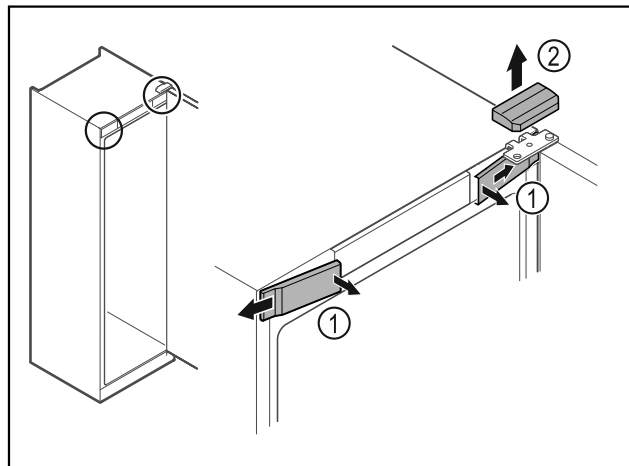

Fig. 8
- Atbrīvojiet priekšējos pārsegus Fig. 8 (1) iekšpusē un noņemiet uz sāniem.
- Noņemiet augšējo pārsegu Fig. 8 (2) uz augšu.